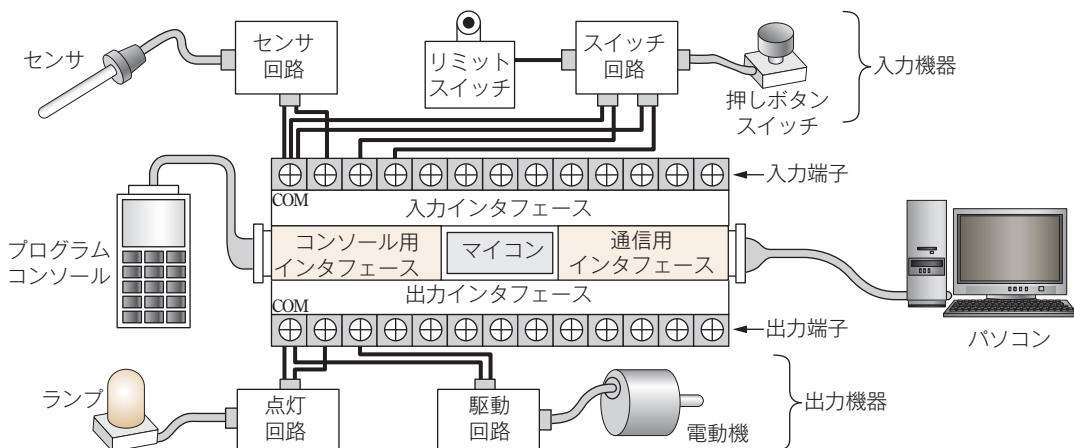

図17 PCの構成例
(a) PCの構成 図17は、PCの構成例である。PCはマイコンまたはマイクロプロセッサと、インタフェースで構成される。インタフェースの入出力端子はねじ止めタイプで、センサ類などの入力機器やアクチュエータなどの出力機器がコードで接続される。また、入出力機器の電源は、それぞれの機器に応じて用意する。制御プログラムはプログラムコンソール^②やパソコンなどを用いて入力される。